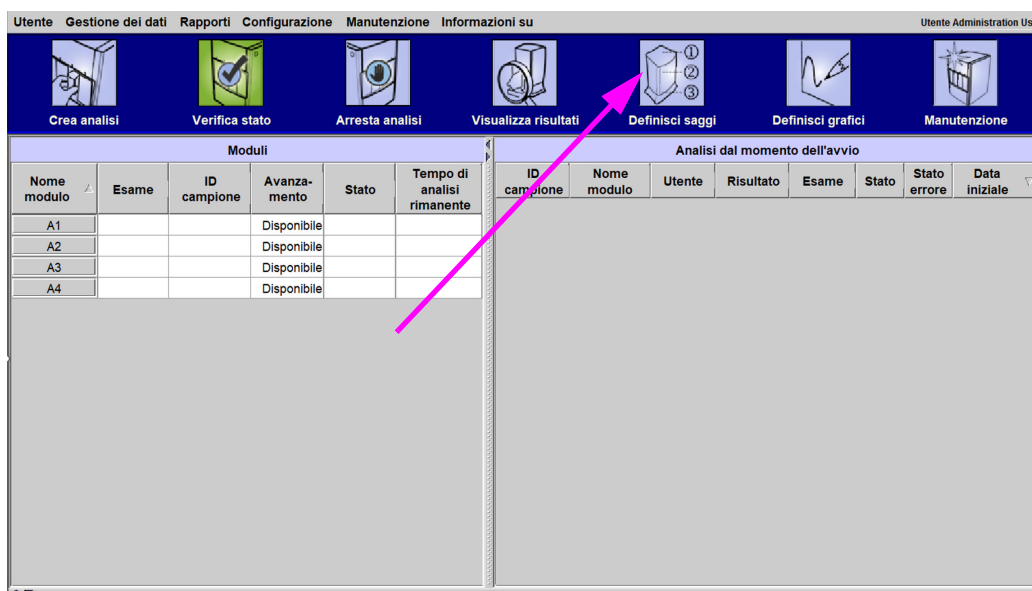

Figura 5-27. Finestra del sistema GeneXpert Dx
1. Fare clic su **Definisci saggi** nella finestra del sistema GeneXpert Dx (vedere la Figura 5-27).